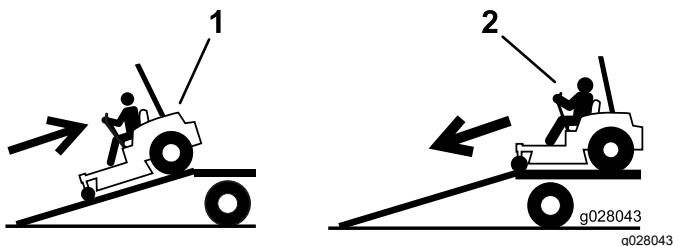

Bild 35
4. Fahren Sie die Maschine rückwärts die Rampe hoch (Bild 35).